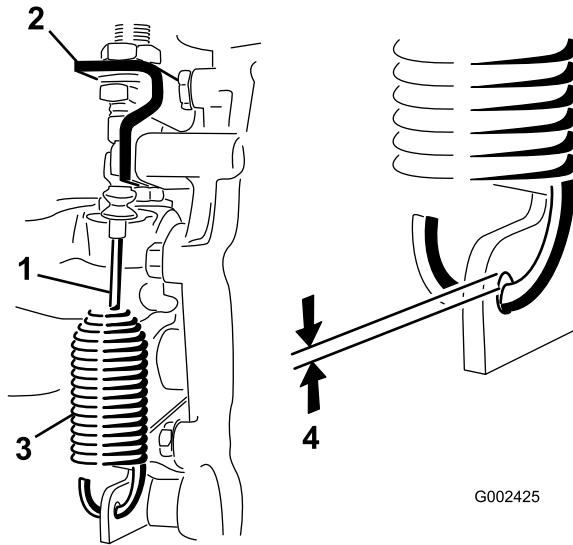

Figura 43
2. Afloje las contratuerca que sujetan el cable de bloqueo del diferencial al soporte del transeje (Figura 43).